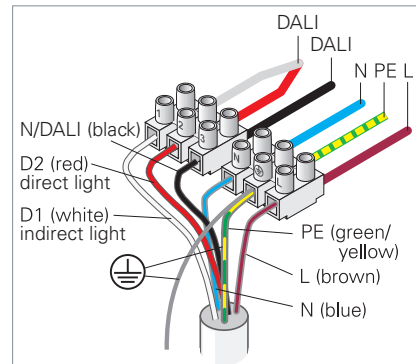

Fig. 6: Leuchte ohne Sensorik anschließen für den Betrieb mit DALI.
- Schließen Sie das Drahtseil an der Anschlussseite der Leuchte an die Schutzleiterklemme an, siehe Fig. 6.